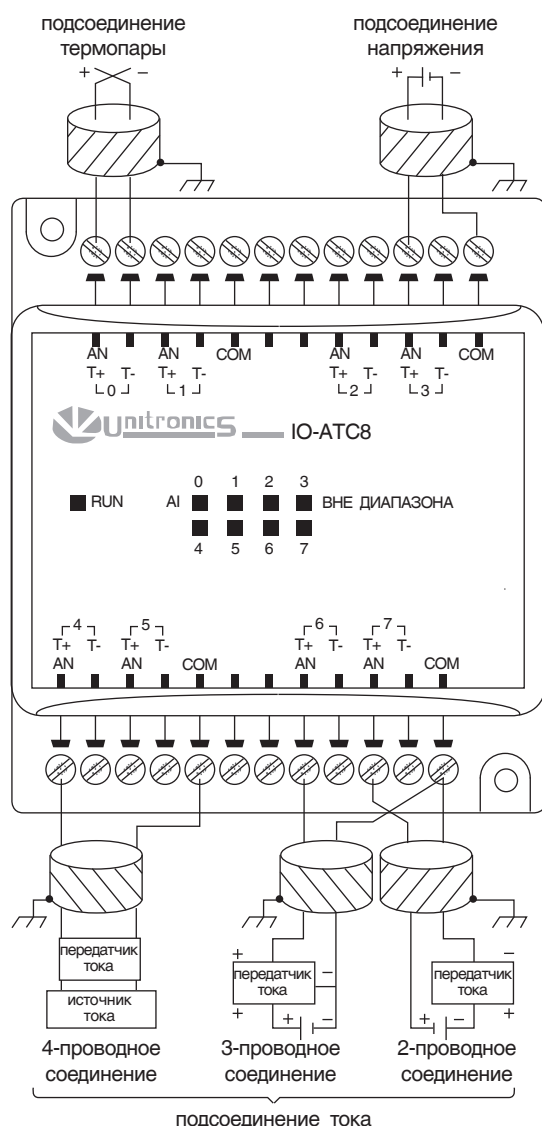

Рис. 33
1. используйте соответствующую разводку, как показано на рис. 33,